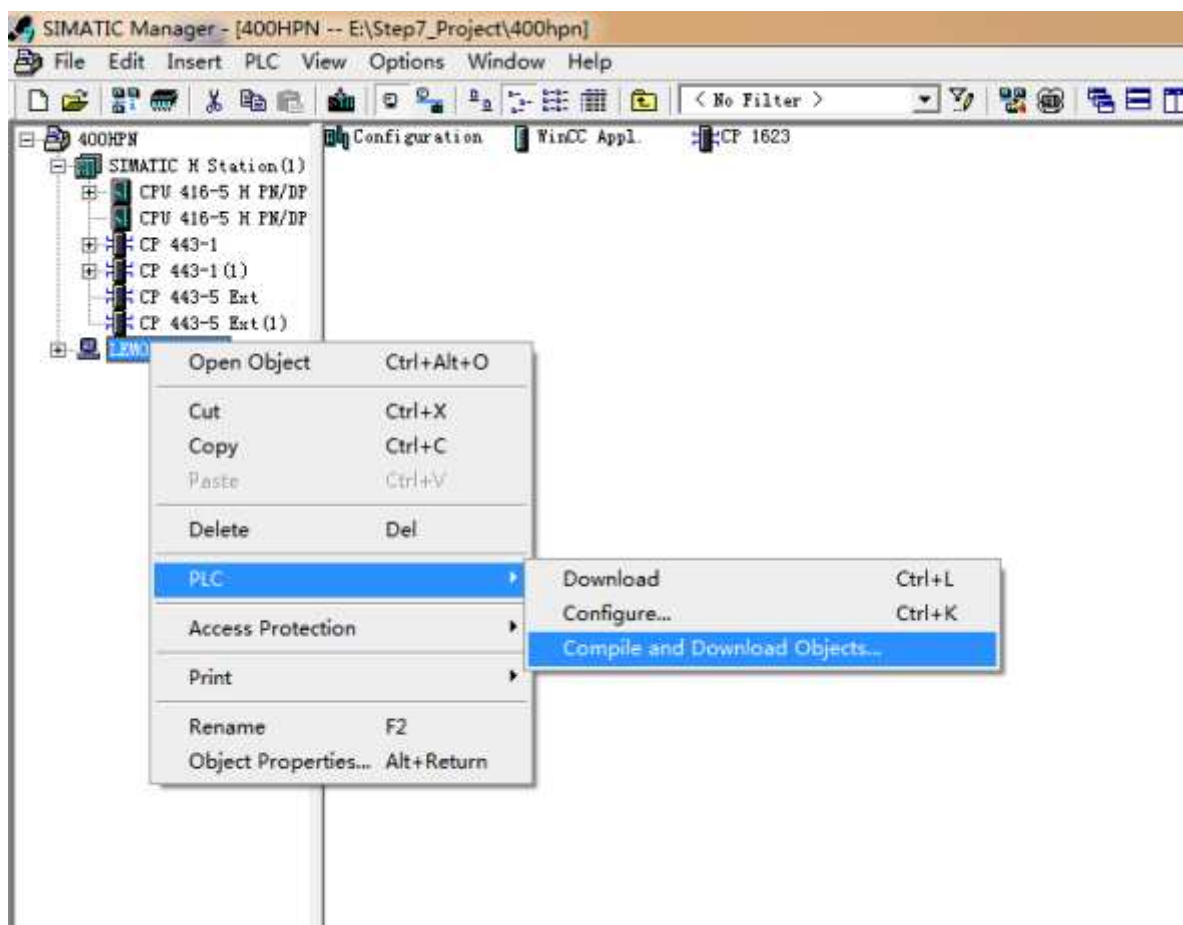

图19
(L) 在WinCC ES站的右键菜单中，选择PLC-Compile and Download Objects...，如图19所示。